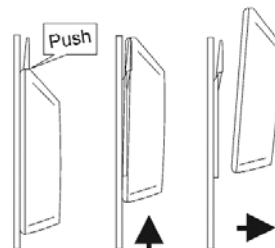

Fig. 4
4. Zum Abnehmen des Gerätes, den oben hervorragenden Bügel niederdrücken und das Gerät vorsichtig nach oben schieben und abheben (Fig. 4).